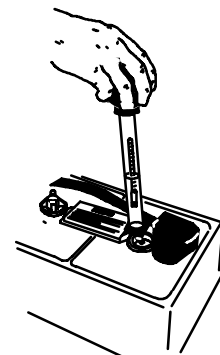

FIG. 49
- Vérifiez la densité spécifique à l'aide d'un hydromètre, pour déterminer le niveau de charge et l'état des batteries (Figure 49). Si un ou plusieurs des éléments des batteries est (sont) plus faible(s) que les autres éléments des batteries (de 0,050 ou plus), cela signifie que l'élément (les éléments) est (sont) endommagé(s), que sa (leur) capacité est réduite ou qu'il(s) va (vont) bientôt tomber en panne. Comparez les mesures hydrométriques avec le tableau suivant pour déterminer le niveau de charge.